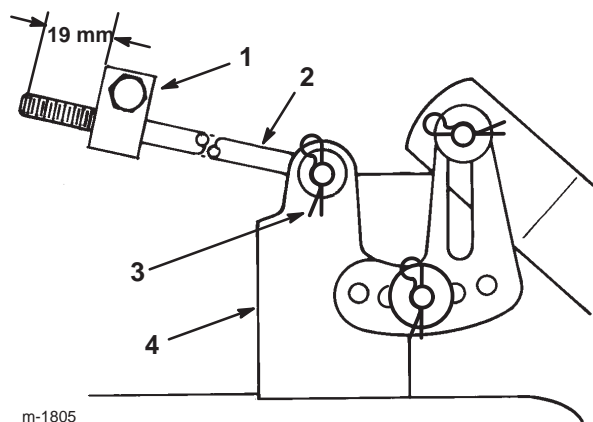

Bild 45
11. Messen Sie die Länge der Stange, die vorne aus dem Einstellblock an den Seiten des Rahmens heraussteht (Bild 45). Entfernen Sie, wenn die Länge der Stange nicht 19 mm beträgt, den Splint und die Scheibe vom Ende der Stange (Bild 45) und drehen Sie die Stange, bis die Länge von 19 mm erreicht ist.